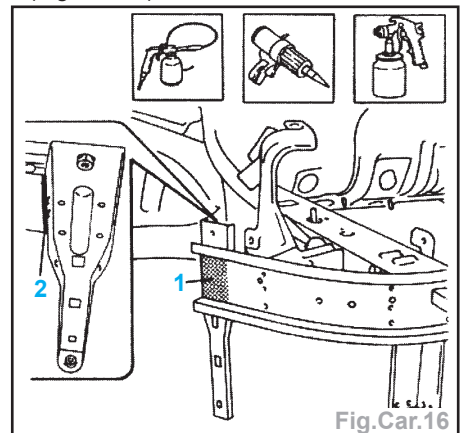

Fig.Car.16
- Appliquer un apprêt d'étanchéité sur les soudures (1) et mastiquer les bords (2) (Fig.Car.16).